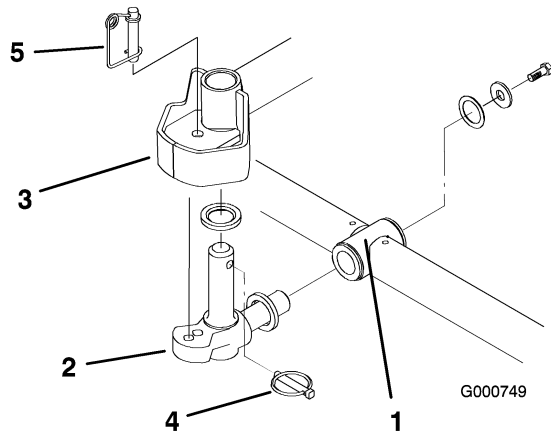

Figura 5
6. Introduzca una arandela de empuje en el eje horizontal del pivote tal y como muestra Figura 5.
7. Introduzca el eje horizontal del pivote en el tubo de montaje del bastidor de tiro (Figura 5).
8. Fije el pivote al bastidor de tiro con una arandela de empuje, una arandela plana y un tornillo de caperuza con arandela prensada (Figura 5).
9. Introduzca una arandela de empuje en el eje vertical del pivote (Figura 5).
10. Si no está ya instalado, introduzca el eje vertical del pivote en el buje de pivote del brazo de elevación (Figura 5). Guíe el pivote a su lugar entre las dos piezas de goma de centrado del lado inferior de la chapa de dirección del brazo de elevación.
11. Introduzca el pasador de seguridad en el taladro transversal del eje del pivote (Figura 5).
Nota: Si se requiere fijar la posición de la unidad de corte, introduzca el pasador de bloqueo de la dirección en el taladro de montaje del pivote (Figura 5).
14. Enganche el alambre del muelle alrededor de la parte inferior del pasador de bloqueo de la dirección (Figura 5).